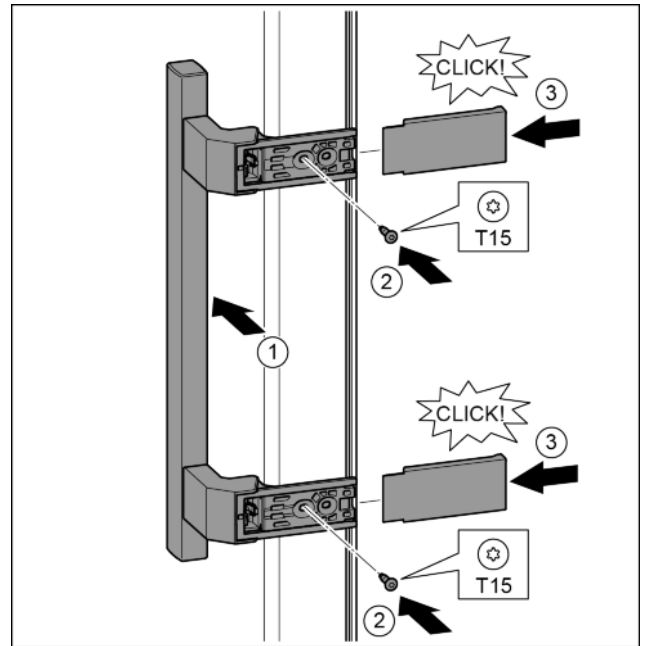

Fig. 20
- ▶ Поставете дръжката от другата страна. Fig. 20 (1)
- ▶ С отвертка T15 затегнете винтовете. Fig. 20 (2)
- ▶ Поставете отстрани капците и ги нахлузете. Fig. 20 (3)